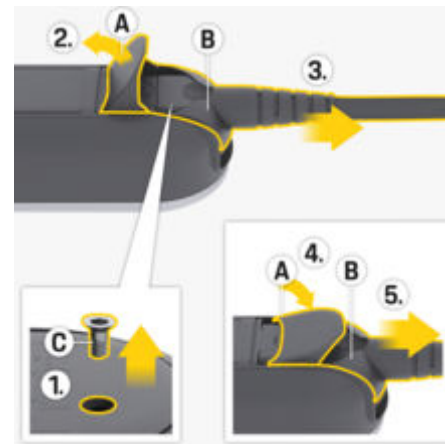

Fig. 103: Desligar o cabo de alimentação
1. Retire o parafuso **C** (Fig. 103) com uma ferramenta adequada.
2. Abra completamente a tampa **A** (Fig. 103).
3. Puxe a ficha **B** (Fig. 103) para fora até sentir resistência.
4. Feche a tampa **A** (Fig. 103) até cerca de 15 graus (a tampa pode assentar na ficha **B** (Fig. 103)).
5. Puxe a ficha **B** (Fig. 103) completamente para fora.